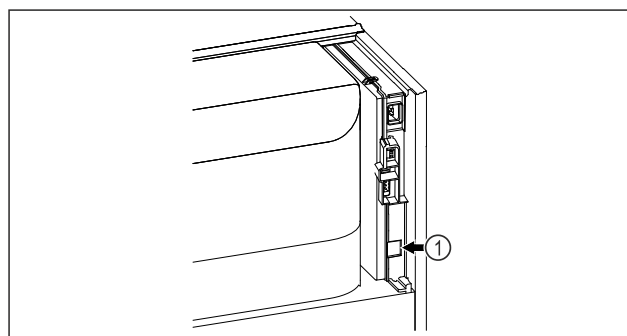

Fig. 171
- ☐ SmartModule Fig. 171 (1) er satt inn.